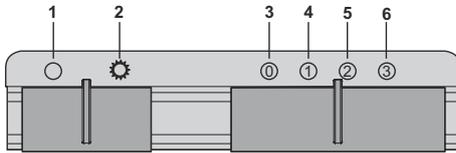

Abb. 17
1. ➔ Bringen sie ihn in diese Position, um die Lampe auszuschalten (Abb. 17).
2. ➔ Bringen sie ihn in diese Position, um die Lampe einzuschalten ( Abb. 17 ).
3. ➔ Bringen sie ihn in diese Position, um die Lampe auszuschalten (Abb. 17).
4. ➔ Bringen sie ihn in diese Position, wenn Sie das Produkt in der 1. Stufe betreiben möchten ( Abb. 17 ).
5. ➔ Bringen sie ihn in diese Position, wenn Sie das Produkt in der 2. Stufe betreiben möchten ( Abb. 17 ).
6. ➔ Bringen sie ihn in diese Position, wenn Sie das Produkt in der 3. Stufe betreiben möchten ( Abb. 17 ).